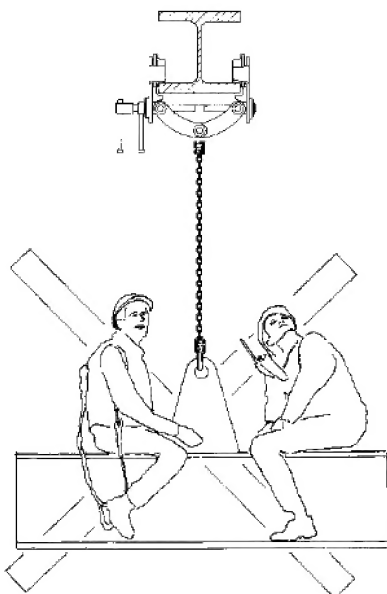

FIG. 3
- * ne pas utiliser le chariot griffe pour le transport de personnes (fig.3)